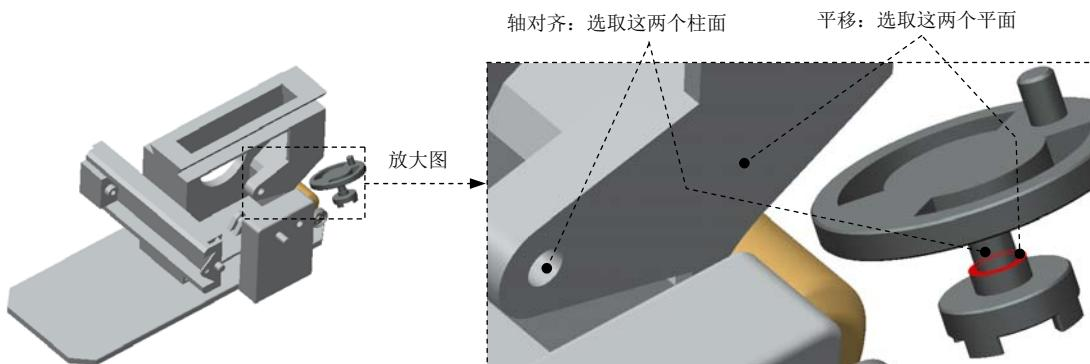

图9.6.19 创建销(Pin)连接
Step5. 引入元件COUPLING_WHEEL.prt,并将其调整到图9.6.19所示的位置。
(1) 在“元件放置”操控板的机械连接约束列表中选择 \times 销选项。
(2) 定义“轴对齐”约束。单击操控板中的**放置**按钮,分别选取图9.6.19中的两个柱面为“轴对齐”约束参考,如图9.6.20所示。
(3) 定义“平移”约束。分别选取图 9.6.19 中的两个平面为“平移”约束的参考，如图 9.6.21 所示。